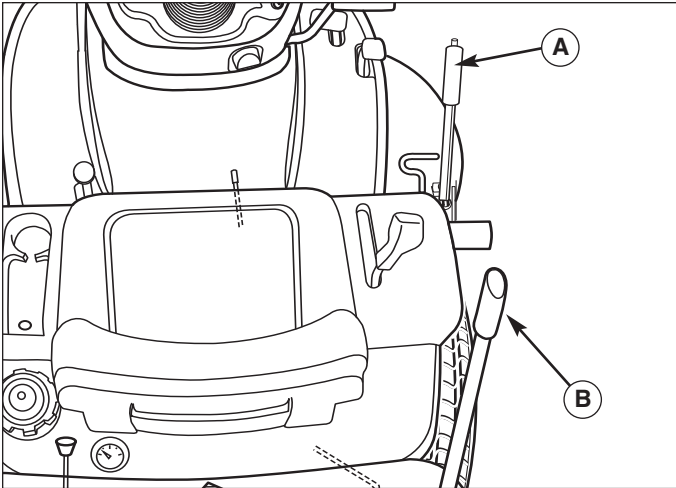

Figura 6. Innalzamento e abbassamento della falciatrice
2. Mettere la falciatrice alla posizione di taglio più bassa usando la leva d'innalzamento / regolazione altezza della falciatrice (A, Figura 6).
3. Mettere la leva d'innalzamento / regolazione altezza della falciatrice (A, Figura 6) in posizione abbassata.
3. Portare la leva di regolazione altezza piatto di taglio (A, Figura 6) nella posizione di taglio più bassa possibile. Portare la leva di sollevamento piatto di taglio (A) in posizione completamente abbassata. Fare scorrere il piatto di taglio sotto il lato destro del trattore in modo che il gancio del piatto di taglio risulti allineato con il gancio anteriore del trattore.